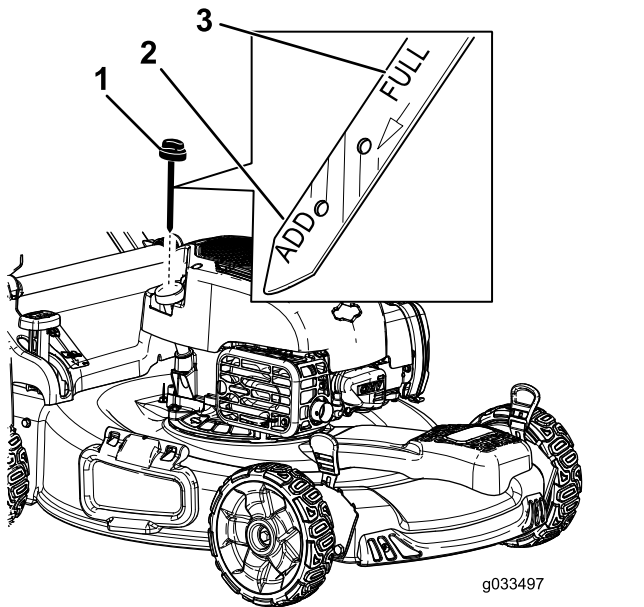

Рисунок 14
- Извлеките масломерный щуп, повернув крышку против часовой стрелки и вытянув его (Рисунок 14).
- Определите уровень масла по отметкам на щупе (Рисунок 14).